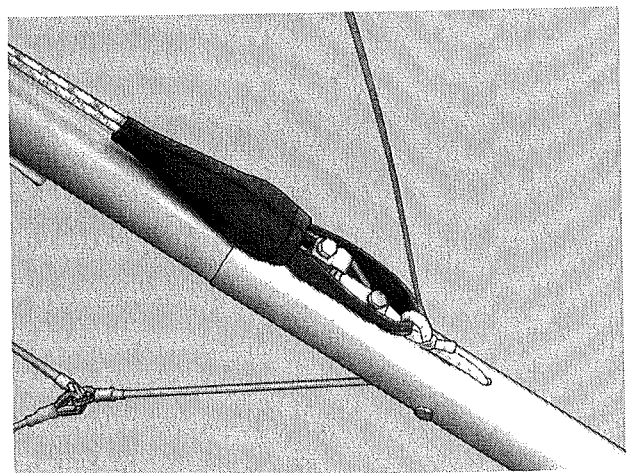

Abb.11a
9. Breiten sie die Flügel vollständig aus und überprüfen Sie die Unterverspannungen nach Schäden oder ungeraden Führungen. Ziehen Sie das Querrohrspannseil an dem an der Kielstange befestigten Gummiseil und der daran befestigten Schlaufe heraus. Spannen Sie es so weit, dass sie den Schekel des Spannseils in den Schnapphaken auf der Kielstange hinter dem Segel einhängen können. (Abb.11a).